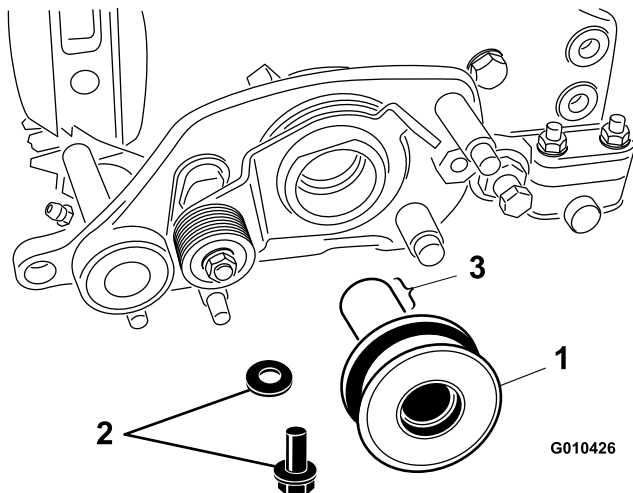

Figura 12
1. Applicare del grasso alla scanalatura interna e alla superficie esterna del gruppo della puleggia (Figura 12).
3. Fissate il gruppo della puleggia all'albero del cilindro con un bullone (M6-1 x 20 mm) e una rondella (Figura 12).